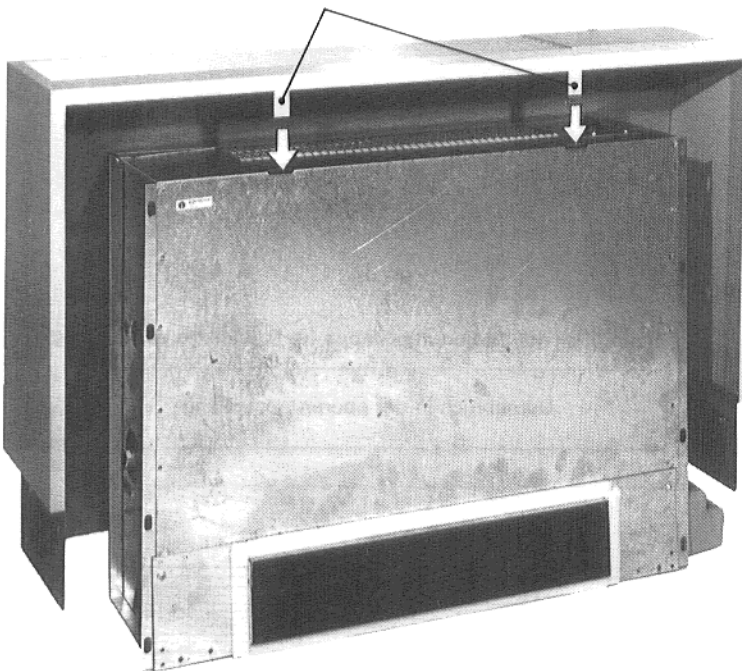

Abb. 7
2. Verkleidung nach oben abnehmen (Abb. 7).
1. Verkleidung mit den Einstecklaschen senkrecht in die Schlitzte einstecken (Abb. 7).